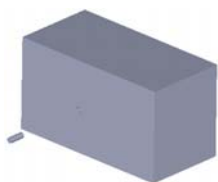

图 10.7.19 移动滑块 1
Step4. 单击“移动/复制实体”对话框中的  按钮, 完成图 10.7.19 所示的滑块 1 的移动。